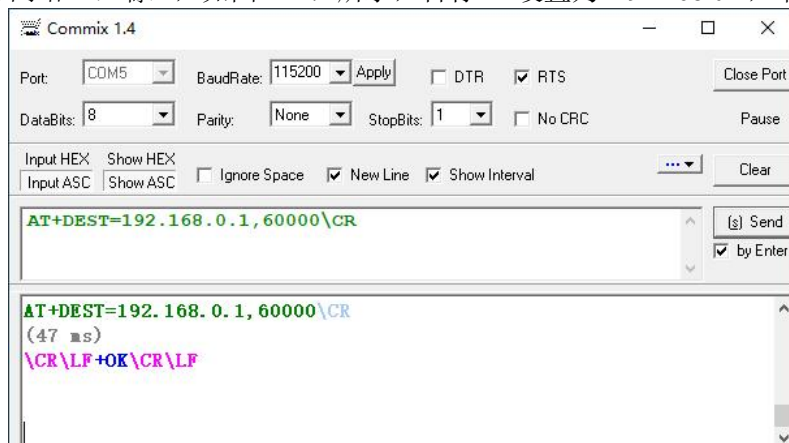

图 12-7 目标网络 IP、端口设置界面
4) 设置目标网络IP、端口, 如图 12-7 所示, 目标IP 设置为 192.168.0.1, 端口设置为60000;
6) 如图 12-7 所示, 所有参数设置完成后, 退出 AT 指令模式, 程序自动返回透传模式。